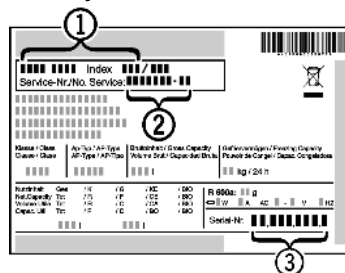

Fig. 43
- ▶ Odczytać z tabliczki znamionowej oznaczenie urządzenia Fig. 43 (1), nr serwisowy Fig. 43 (2) oraz numer seryjny Fig. 43 (3). Tabliczka znamionowa znajduje się po lewej stronie wewnątrz urządzenia.